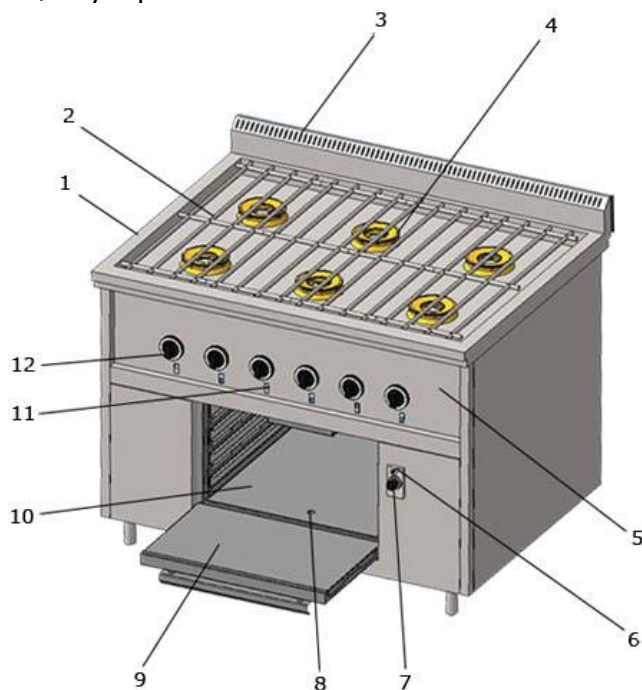
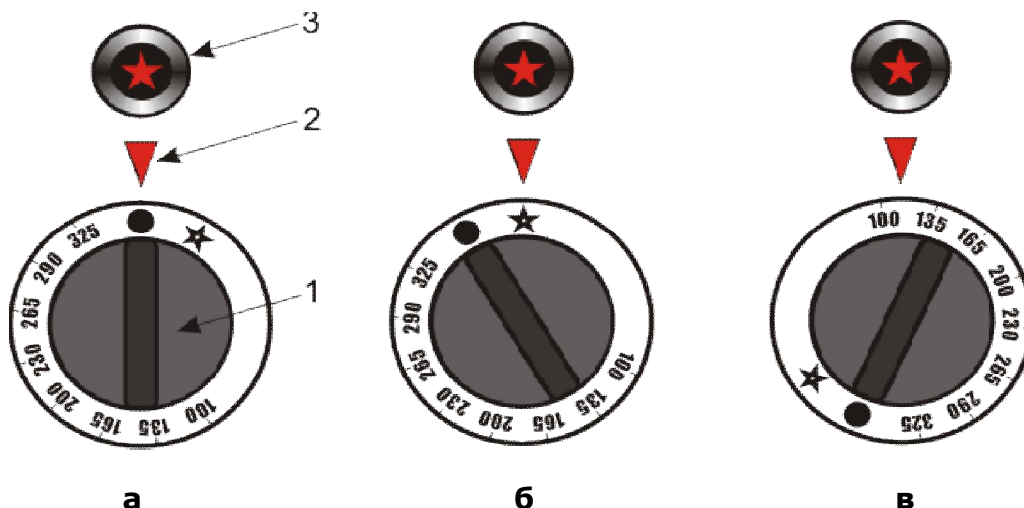

Рис.1. Общее устройство газовой плиты
Рис. 3. Положение ручки и режимы работы духового шкафа
- Следите, чтобы отверстия в решетке 3 (рис.1) были свободны для отводов продуктов сгорания и не перекрывались посудой или иными предметами.
На рис.1 приведено общее устройство газовой плиты.
На столе плиты 1 (рис.1) размещены горелки открытого пламени 4 и решетки для посуды 2. Отвод продуктов сгорания осуществляется через коллектор 3.
- В исходном состоянии ручка крана находится в положении, соответствующем закрытому состоянию крана (рис. 3а), при котором символ \bigcirc на ручке крана совпадает с риской 2.
- Нажав на ручку крана до упора и, удерживая её в нажатом состоянии, поверните её против хода часовой стрелки в положение «розжиг запальной горелки» (рис. 3б), при котором символ \star на ручке совпадает с риской. Нажмите на ручку крана, утопив её еще глубже и через 3 - 5 секунд (при первом пуске плиты и после каждой замены баллона СУГ – **через 60 секунд**) поднесите источник огня к запальной горелке через смотровое окно 8 (рис.1) или нажмите на кнопку пьезорозжига 3 (рис.3). Если запальная горелка не зажглась, отпустите ручку крана и, повторно нажав на нее, вновь попробуйте зажечь запальную горелку. После появления пламени в запальной горелке, удерживайте ручку крана в нажатом состоянии в течение 5-10 секунд, до срабатывания предохранительного клапана, кнопку пьезорозжига при этом можно отпустить. Затем отпустите ручку управления и
- При повороте ручки крана против хода часовой стрелки – кран открывается и осуществляется розжиг основной горелки (рис. 3в).
- При повороте ручки по ходу часовой стрелки в положение «розжиг запальной горелки» (символ  на ручке совпадает с риской 2 (рис. 3б)) – главная горелка гаснет, а запальная горелка остается зажженной (дежурный режим).
- Для выключения запальной горелки необходимо повернуть ручку крана, слегка нажимая на неё, по ходу часовой стрелки до упора (символ  на ручке крана совпадает с риской 2 (рис. 3а)).
- Снимите щит управления 5 (рис.1).
Перед началом регулировки горелок духового шкафа необходимо вынуть подовую плиту 10 (рис.1).
- Зажгите основную горелку духового шкафа (см. п. 5.3) и установите температурный режим **100 °C** (рис. 3).